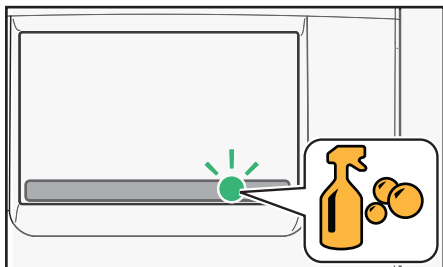

Fig. 5.2-Rengøringsikon
Kør rengøringsprogrammet, når rengøringsikonet vises på displayet (fig. 5.2).
- Tryk på rengøringsikonet, som vises på berøringsskærmen, når gennemsylning skal ske (fig. 5.2).
- Tryk på rengøringsikonet, som vises på berøringsskærmen, når komplet rengøring skal ske (fig. 5.2).